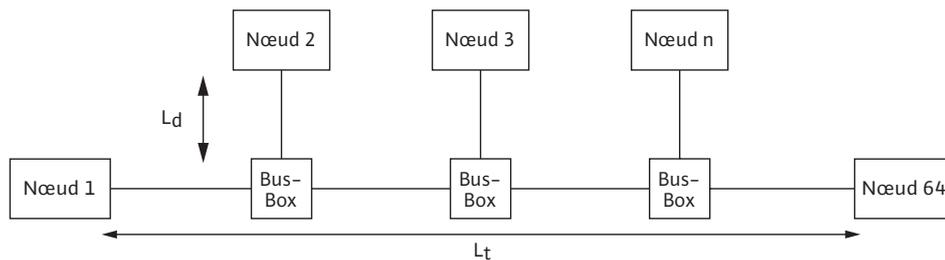
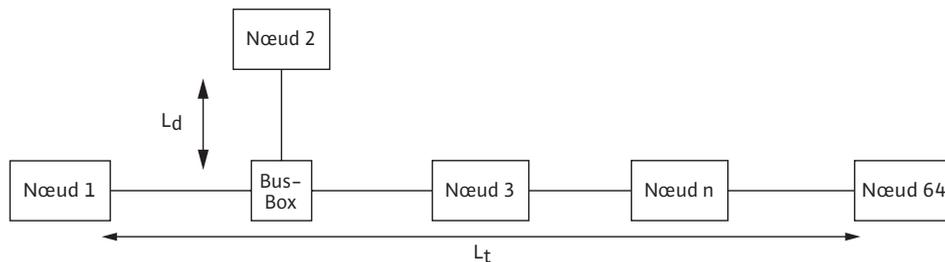
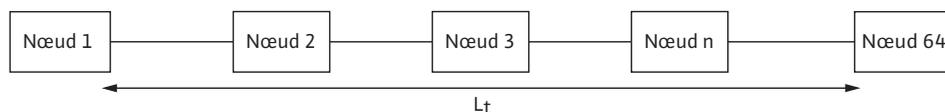

Fig. 1 : structure linéaire avec connexion de tous les nœuds par l'intermédiaire de tronçons de ligne courts
Fig. 2 : structure linéaire avec connexion des différents nœuds par l'intermédiaire de tronçons de ligne courts
Fig. 3 : structure linéaire pure
- lors de la conception des différentes topologies de bus, il convient de tenir compte des longueurs de câble maximales (voir fig. 1, fig. 2, fig. 3) :